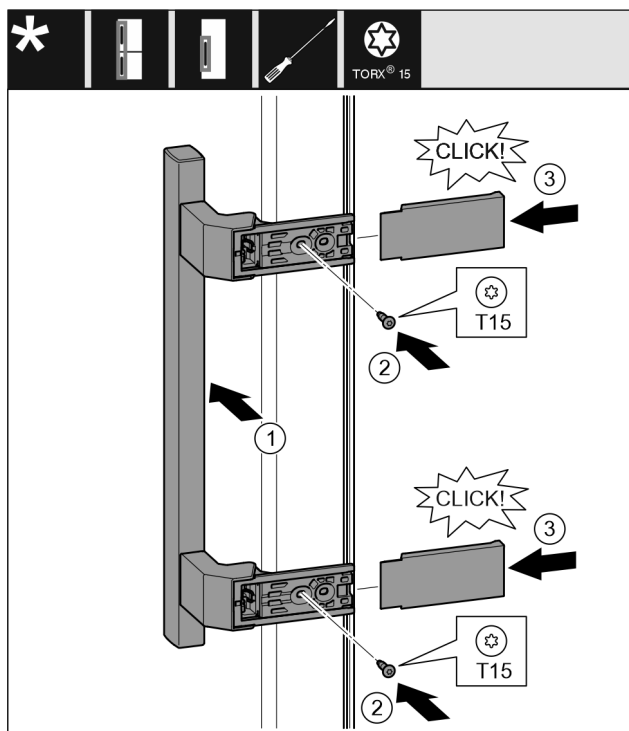

Fig. 21
- ▶ Poser la poignée sur le côté opposé. Fig. 21 (1)
- ▶ Serrer les vis avec un tournevis T15. Fig. 21 (2)
- ▶ Mettre en place les caches latéralement et les enclencher. Fig. 21 (3)